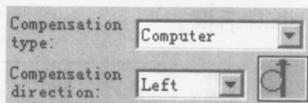

图 1-24
(2) 在外形铣削的参数对话框中的补正功能也进行了改进, 计算机和控制器的补正合成一个位置, 如图 1-24 所示。